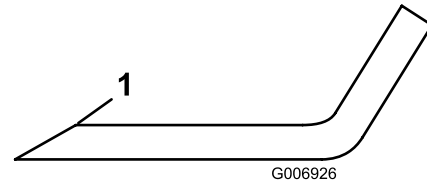

Figura 85
5. Inspeccione los filos de corte de todas las cuchillas. Afílelos si están romos o tienen mellas. Afíle únicamente la parte superior del filo y mantenga el ángulo de corte original para asegurar un afilado correcto (Figura 85).
6. Si está romo o tiene desperfectos, afíle únicamente el filo superior y mantenga el ángulo de corte original (Figura 85).